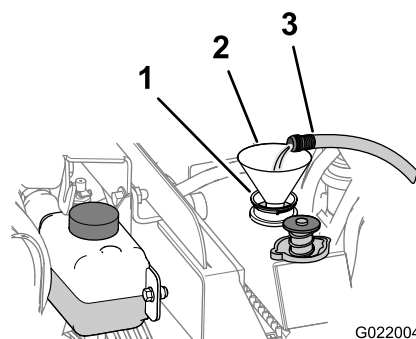

Рисунок 104
- В. Заполните радиатор чистой водой (Рисунок 104).